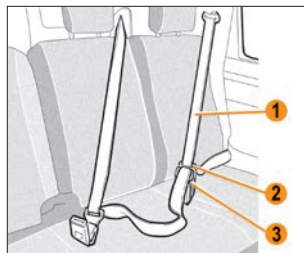

Рис. 2.5.4. Пристегивание боковым ремнем безопасности
**Боковые ремни безопасности на сиденье второго ряда:** медленно вытяните ремень безопасности **1** (рис. 2.5.4) и защелкните пряжку **2** в корпусе замка **3** с кнопкой красного цвета.